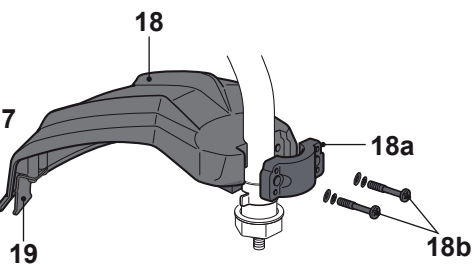

Fig. 7
- > Aligner la ferrure [18a] par devant. Bien fixer le apot de protection [18] avec les rondelles et les boulons [18b], serrer avec l'outil universel [30] (Fig.7).